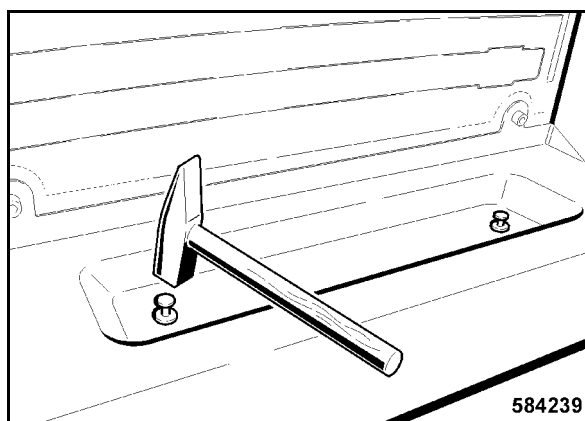

Fig. 221
- Insertar el depósito trasero y encajar ambas fijaciones de plástico con cuidado en los agujeros (Fig. 221) haciendo uso de un martillo.